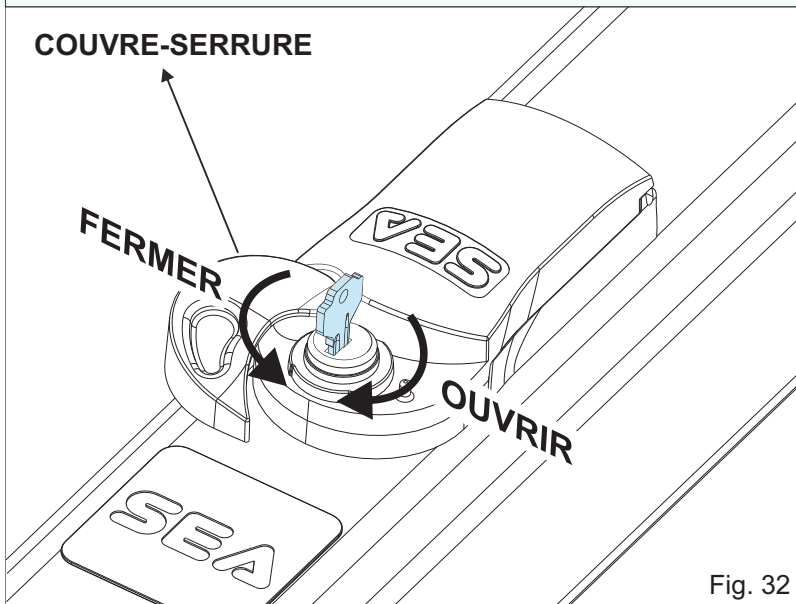
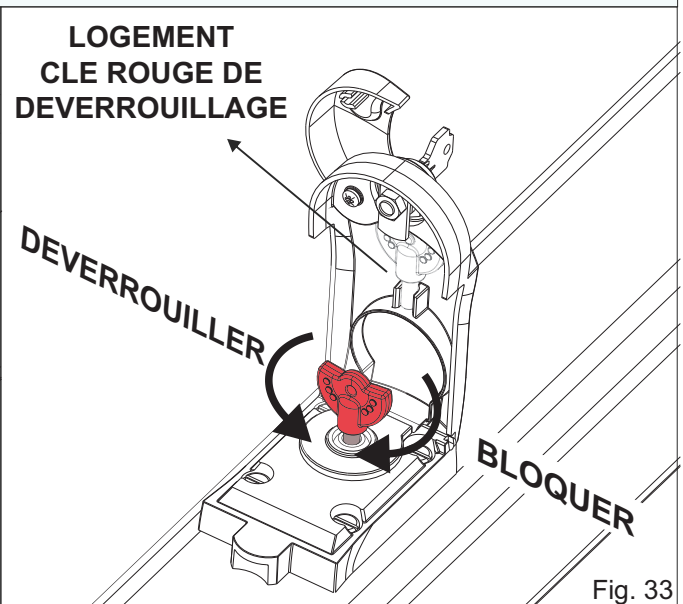

Fig. 32
Fig. 33
- Déverrouiller l'opérateur (procédure de déverrouillage en Fig. 32 e Fig. 33)
- Ouvrez le couvercle, insérez la clé et tournez-la dans le sens des aiguilles d'une montre d'environ 90°(Fig. 32)
- Insérez la clé rouge de déverrouillage et tournez-la de 90° dans le sens inverse des aiguilles d'une montre (Fig. 33)
- Tournez la clé rouge dans le sens des aiguilles d'une montre jusqu'au serrage, retirez-la et placez-la dans le logement sous la couvercle (Fig. 33)